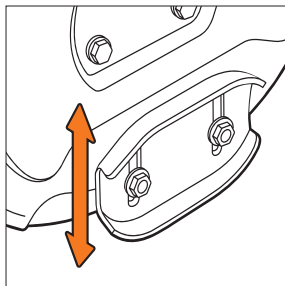

Рис. 16
- Затяните гайки с моментом 25 Н*м. Лыжи имеют две рабочие поверхности, когда одна из сторон изнашивается переверните на её 180° (Рис. 16).